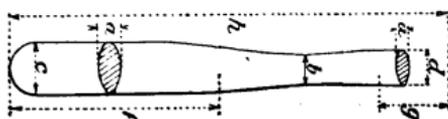

Fig. 378.
**MANCHE DE MARTEAUX.** — Le manche de marteau d'ajusteur (fig. 378) doit être autant que